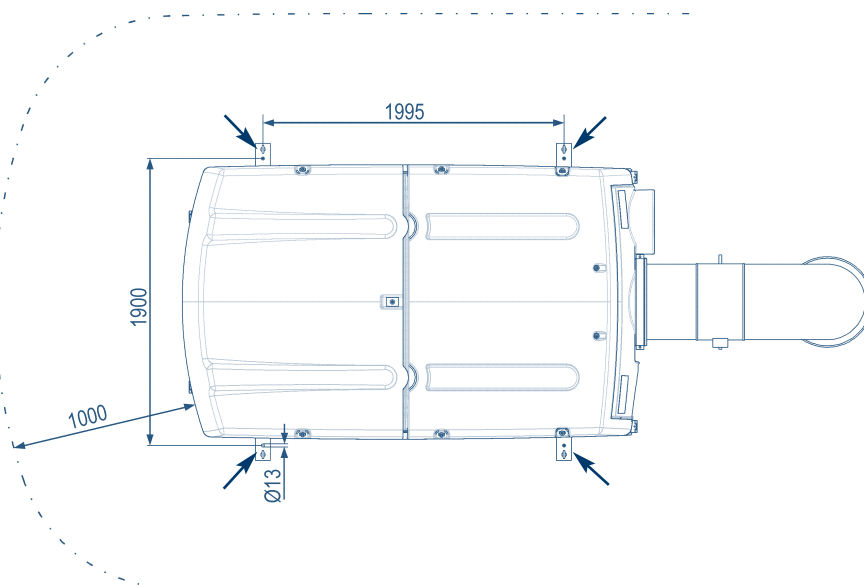

Abb. 2: Dachmontage
- Befestigen Sie den Kampmann KLIMANAUT ROOFTOP 3000/ROOFTOP 3000 WRG an den Aufhängepunkten zum Heben für den Kran. Diese befinden sich an den vier Eckpunkten des Rahmens (s. Abbildung 2, S. 8). Benutzen Sie Abstandhalter für das Geschirr, damit das Gehäuse nicht eingedrückt wird!